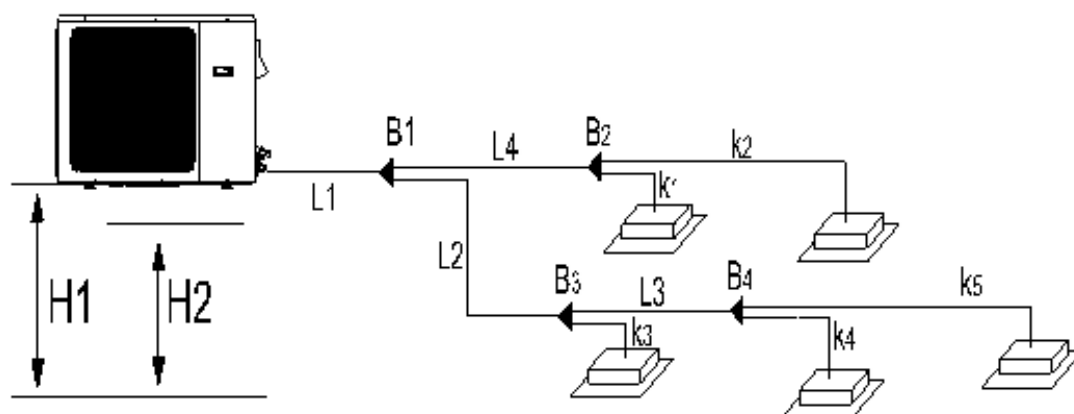

Рис.1.7
1.7.1 Параметры фреонопровода для моделей 8,10 кВт (рис.1.7, таблица 1.4)